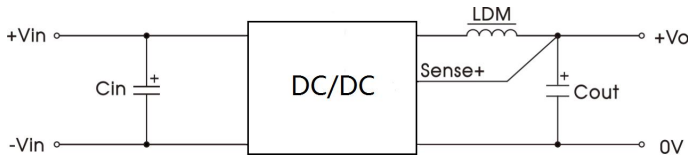

图 3
注：①纹波噪声测试时具体操作方法参见图3及《非隔离模块电源应用指南》；
②过温保护形式为产品输出关断。
(1)产品测试及应用时,请按照(图3)推荐的测试电路进行;务必输入端外接一个电解电容 Cin,用于抑制输入端可能产生的浪涌电压,输出端外接一个电感和电解电容 Cout,用于输出滤波;